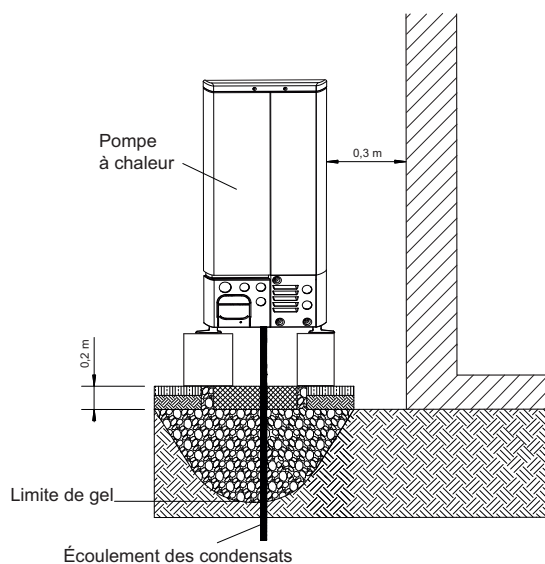
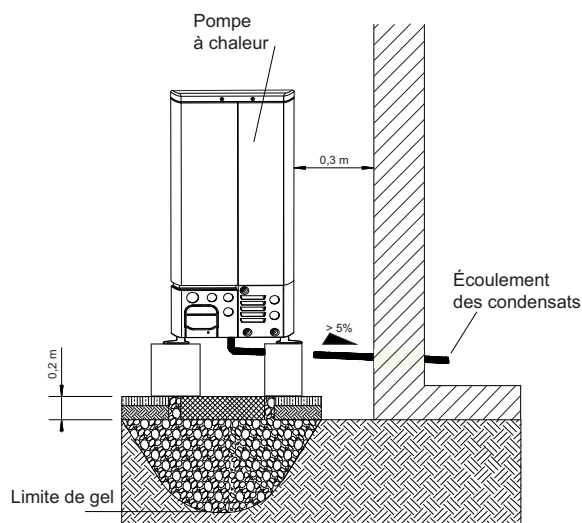

Fig. 5.2
Fig. 5.3
- Il est conseillé de monter l'unité extérieure près d'un mur, sur une fondation distincte du bâtiment, avec un écart d'au moins 0,3 m côté aspiration (Fig. 5.2 + Fig. 5.3).
- Respecter les distances minimales indiquées (Fig. 5.2).